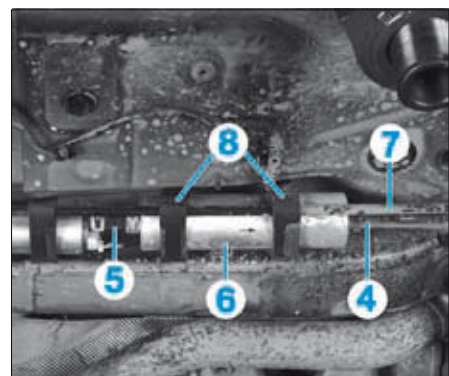

FIG. 44
- Pivoter le support (3) puis le déposer.
- Débrancher les canalisations d'entrée (4) et de sortie (5) du filtre à carburant (6) (Fig.44).
- Dégrafer la canalisation (7) de retour de carburant des silentblocs (8).